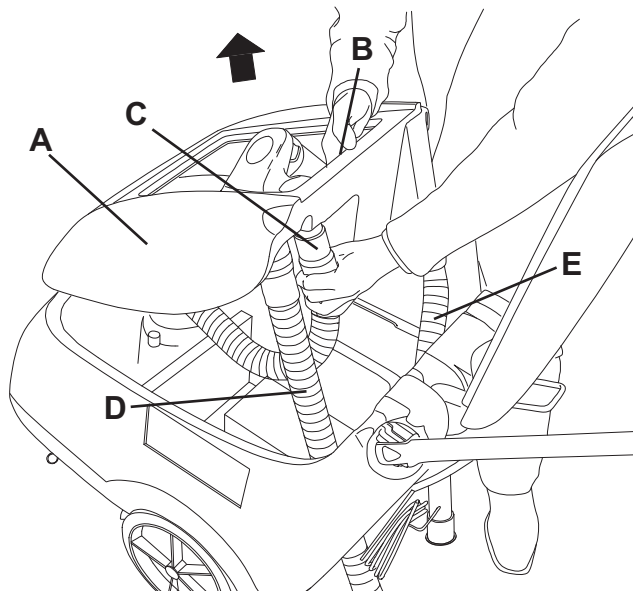

Рис. 5
1. Опорожните бачок с восстанавливающей водой (31), как показано в соответствующем разделе.
4. Отсоедините вакуумный шланг (22) от швабры (11).
5. Отсоедините спускной шланг восстанавливающей воды (16) от скобы (17).
6. Откройте крышку (6).
7. Захватите бачок с восстанавливающей водой (А, Рис. 5) в зоне (В) и слегка сполосните его.
8. Отсоедините вакуумный шланг (С) от бачка, затем снимите бачок (А) с шлангами (D) и (E).